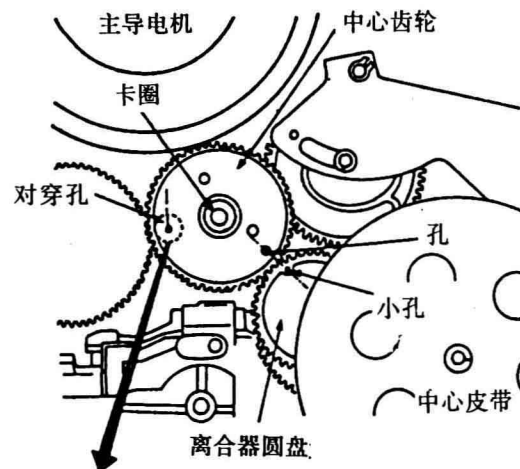

图70
②使中心齿轮的另一个孔与离合器圆盘上的小孔精确地对准,然后放入卡圈,如图70所示。